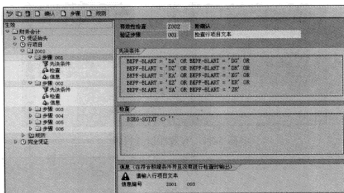

图 5-37 行项目文本的有效性检查设置
STEP 4 检查行项目文本。创建左树中“行项目”的“步骤 001”，可以在右栏中定义行项目文本的“有效性检查”，如图 5-37 所示。